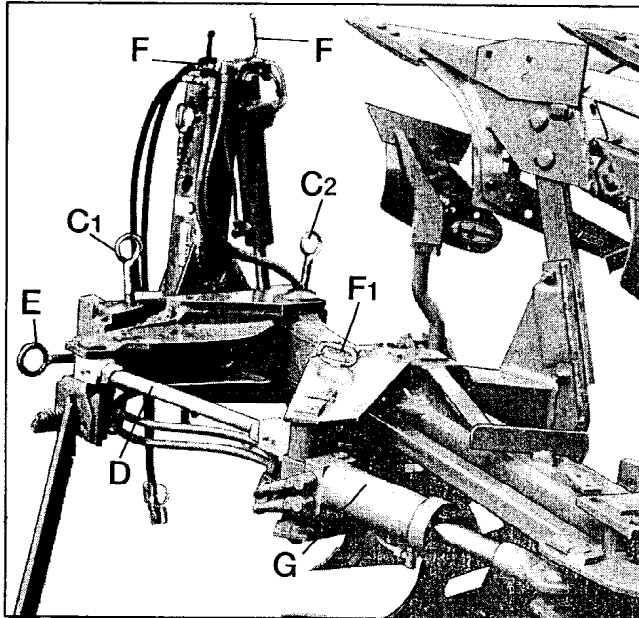

Fig. 2
**Regolazione della larghezza di lavoro:** dopo aver effettuato la regolazione di base (punto di trazione, larghezza di lavoro del primo corpo) è possibile svolgere la regolazione, meccanica e/o idraulica, della larghezza di lavoro desiderata, per mezzo del tenditore a vite e/o del cilindro (G, Fig. 2 + 3). Il punto di trazione e la larghezza di lavoro del primo corpo si adattano automaticamente di conseguenza.
Con regolazione idraulica della larghezza e/o dispositivo di oscillazione del telaio, posizionare l'aratro "vicinissimo" dietro al trattore e fissare con l'innesto F1 (Fig. 2 e/o 3).
**Trasporto con ruota combinata:** posizionare l'aratro vicinissimo dietro al trattore come indicato in "posizione di trasporto" e fissare con l'innesto F1 (Fig. 2 e/o 3).